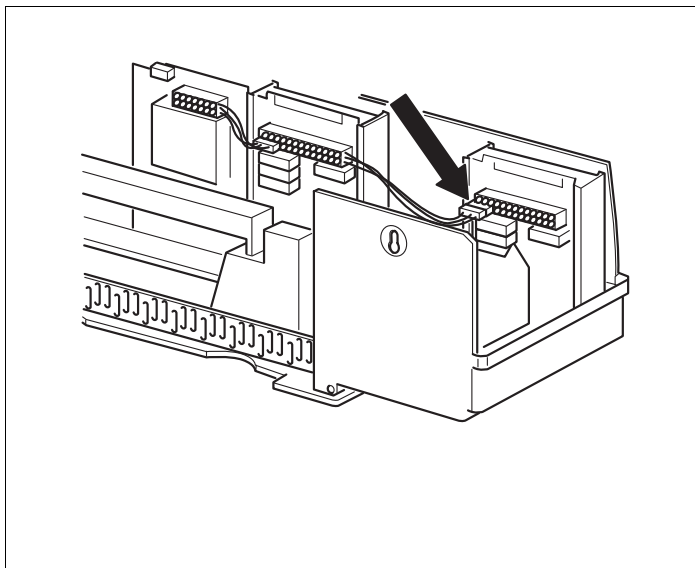

Рис. 21 Подключение напряжения 230 В
- Вставьте соединительный штекер (230 В) модуля в предусмотренный для него разъем на штекерной планке (при подключении модуля в разьеме 1, → рис. 21).